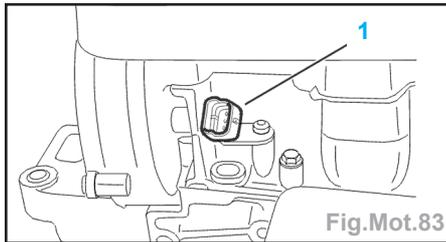

Fig.Mot.83
- Déposer (Fig.Mot.83) :
- le capteur (1),